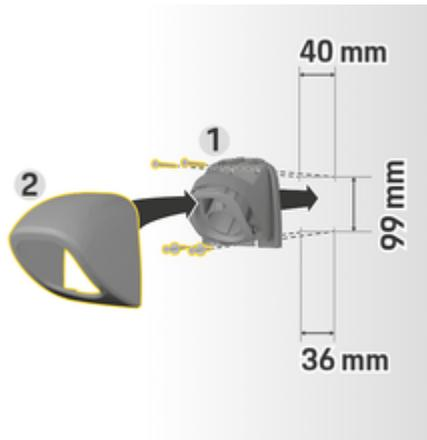

Рис. 10: Размеры под отверстия
1. Извлеките крепление соединителя 1 (Рис. 10) из кожуха 2 (Рис. 10).
4. Привинтите крепление для штекера 1 (Рис. 10) к стене.
5. Наденьте кожух 2 (Рис. 10) на крепление соединителя снизу 1 (Рис. 10) и прижмите его кверху.